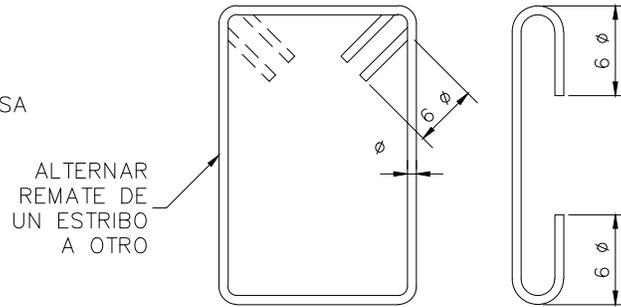

FIGURA 2
- 3.- LOS ESTRIBOS SE AJUSTARÁN A LA FORMA INDICADA EN LA FIGURA 2